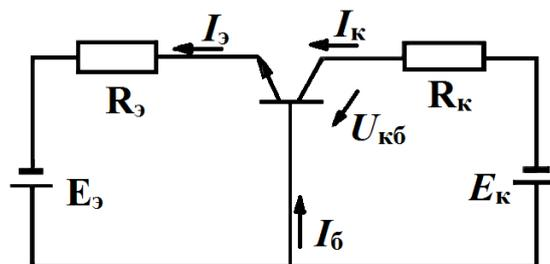

Рис. 2.61. Схема к задаче 7
7. Транзистор $n-p-n$ -типа включен по схеме рис. 2.61.